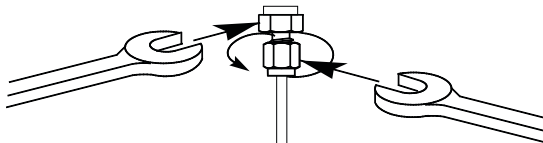

図 12 最終の締め付け
- 8 1/8 インチ (3.175 mm) Swagelok フィッティングには、7/16 インチ (1.111 cm) のスパナ 2 本を使用し、フィッティングを 3/4 回転締めます (図 12)。
1/4 インチ (6.350 mm) フィッティングには、9/16 インチ (1.429 cm) のスパナ 2 本を使用し、1-1/4 回転締めます (図 12)。